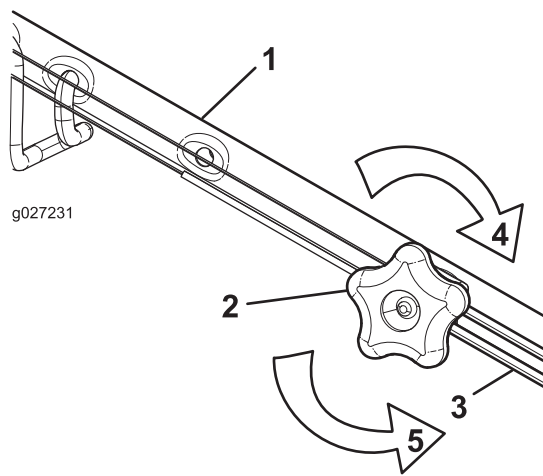

Bild 31
- Drehen Sie das Handrad nach links, um die Zugeinstellung zu lösen (Bild 31).
- Stellen Sie die Spannung des Zugs (Bild 31) ein, indem Sie ihn zurückziehen oder nach vorne drücken und dann in dieser Stellung arretieren.